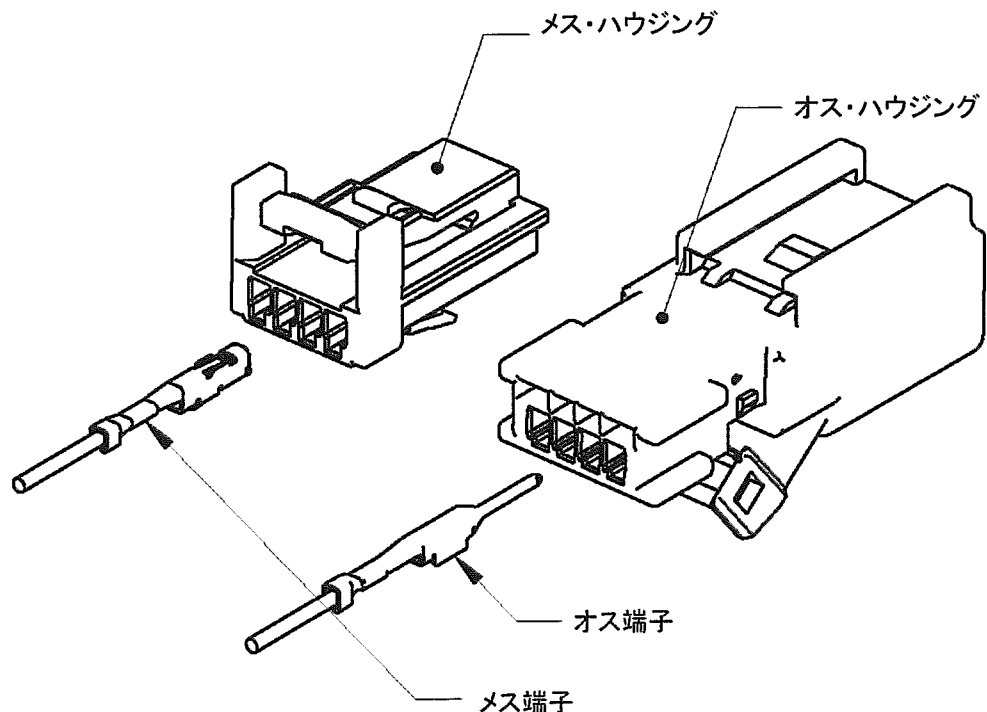

Fig. 8
- (2) 端子とハウジングのオス・メスを確認願います。オス端子はオス・ハウジングに、メス端子はメス・ハウジングに挿入願います。
- (3) Fig.8 のような向きに各端子をキャビティ(穴)に挿入します。ランスが係止され、それ以上挿入できなければ挿入作業は完了です。